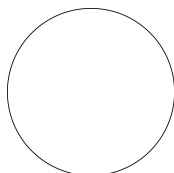

图 2-51 绘制圆
(1) 单击“默认”选项卡“绘图”面板中的“圆”按钮 , 绘制一个圆心坐标为 (150,150)、半径为 50 的圆, 结果如图 2-51 所示。
(2) 单击“默认”选项卡“绘图”面板中的“多边形”按钮 , 绘制正六边形, 命令行提示与操作如下。